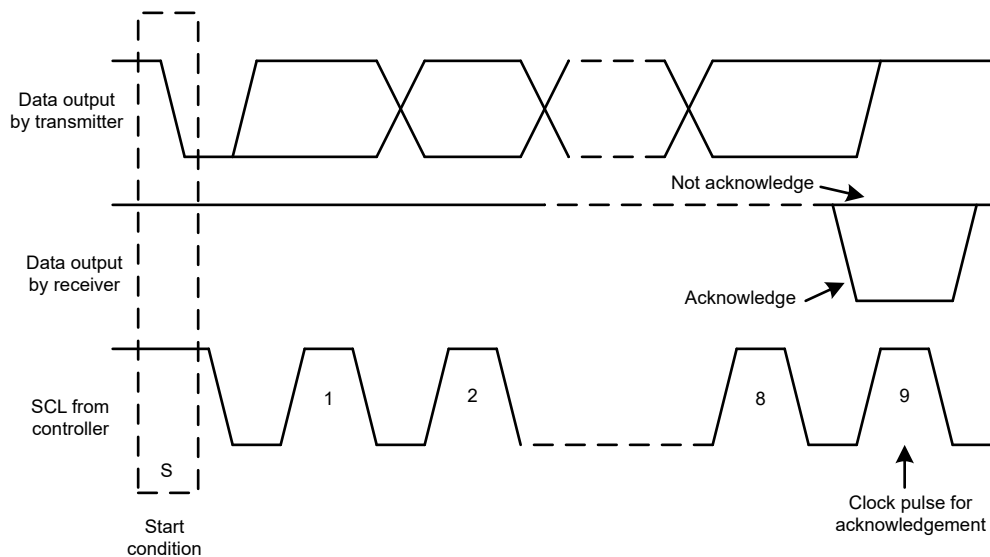
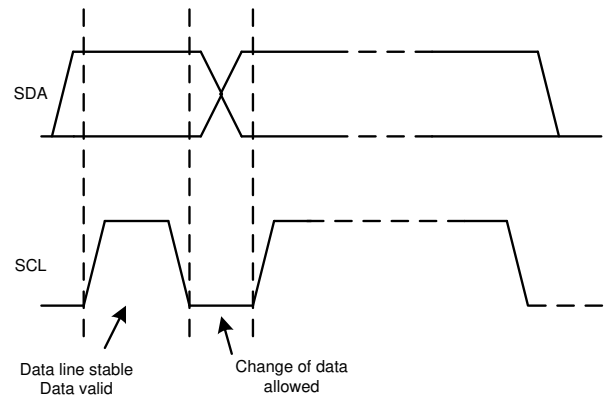

图 7-14. I²C 总线上的确认和非确认
图 7-16. 在 I²C 总线上的位传输
除了特定的时序信号外，I²C 接口还使用串行字节。在每个字节结束时，第九个时钟周期产生并检测确认信号。确认是指 SDA 线在第九个时钟周期的高电平期间被拉低。非确认是指 SDA 线在第九个时钟周期的高电平期间保持高电平，如图 7-14 所示。
2. 控制器随后产生 SCL 脉冲，并在 SDA 线上发送 7 位地址和读取/写入方向位 ($R\bar{W}$)。在所有传输期间，控制器确保数据有效。有效数据条件要求 SDA 线在时钟脉冲的整个高电平期间保持稳定，如图 7-16 所示。所有器件都识别控制器发送的地址，并将其与相应内部固定地址进行比较。只有具有匹配地址的目标器件才会通过在第 9 个 SCL 周期的整个高电平期间拉低 SDA 线来生成确认，如图 7-14 所示。当控制器检测到此确认时，则表示与目标的通信链路已建立。